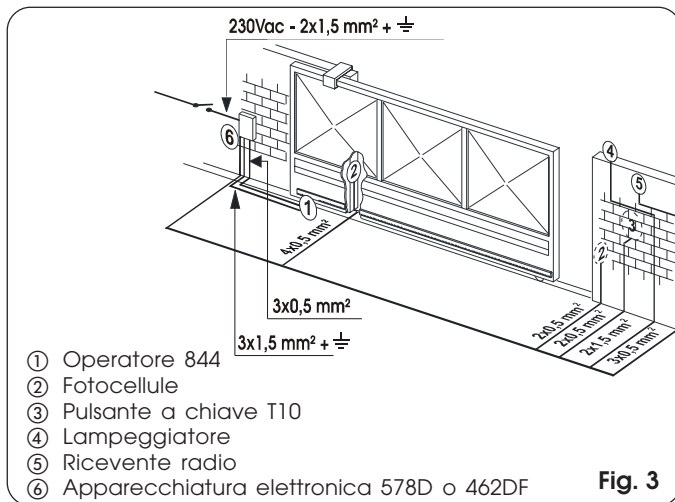
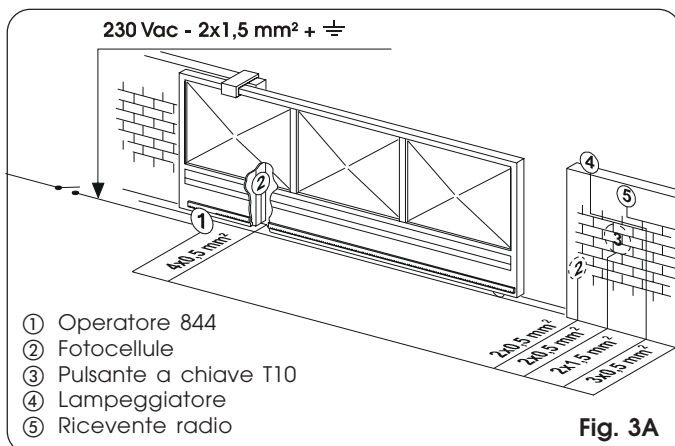

Fig. 3
Fig. 3A
- 4) Predisporre i cavi elettrici per il collegamento con gli accessori e l'alimentazione elettrica come da Fig. 3 o Fig. 3A. Per effettuare agevolmente i collegamenti fare fuoriuscire i cavi circa 40 cm dal foro (Fig. 5-6 rif. ①) della piastra di fondazione.